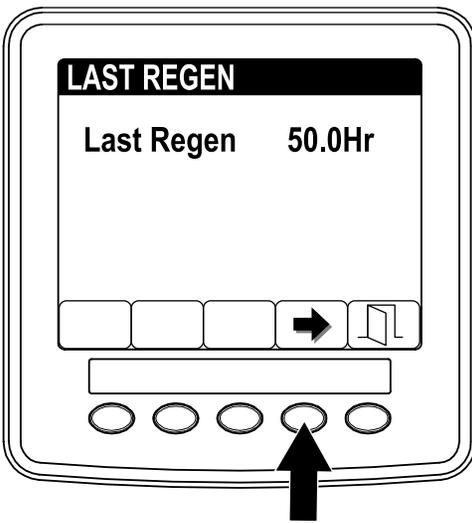

Figure 6
3. Dans le champ LAST REGEN (Figure 6), entrez le nombre d'heures de fonctionnement du moteur depuis la dernière régénération commandée, en stationnement ou d'urgence.